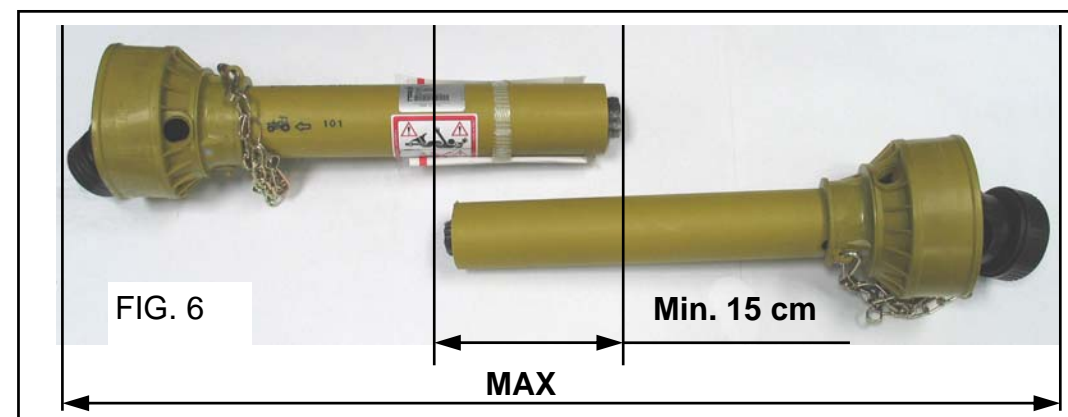

FIG. 6
- ➔ Zorg ervoor dat de aftaktussenas bij de kortste stand niet minder dan 4 cm open blijft en bij de verste stand niet minder dan 15 cm overlappend heeft. (Fig. 6)
- ➔ Make sure that the cardan shaft in maximum locking position remain opened not less than 4 cm / 1,57 inch, in case of maximum opening the two pieces must be superimposed not less than 15 cm / 5,90 inch. Fig. 6
➔ S'assurer que le cardan soit ouvert d'au moins 4 cm en position de fermeture max. et que les deux parties se superposent d'au moins 15 cm dans la position d'allongement max. Fig. 6
➔ Sich vergewissern, dass das Kardangelnk bei maximaler Schlussstellung nicht unter 4 cm offen bleibt bei maximaler Öffnung dürfen die beiden Enden nicht weniger als 15 cm übereinanderliegen Siehe Abb. 6